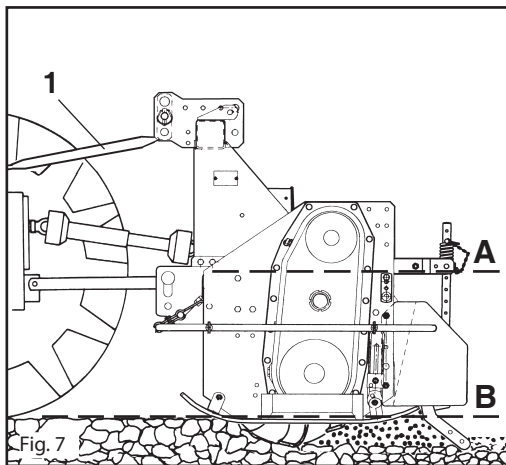

Fig. 7
- 4 - Collegare il terzo punto superiore ed effettuare una corretta regolazione con il tirante (1 Fig. 7) verificando che il piano superiore della macchina (A Fig. 7) risulti parallelo al piano terra (B Fig. 7). Ciò è molto importante allo scopo di ottenere il parallelismo tra l'asse della macchina e quello della presa di forza del trattore. Operare in queste condizioni significa limitare le sollecitazioni sulla presa di forza stessa e prolungare la durata dell'albero cardanico e della macchina stessa.
- 4 - Connect the upper third-point and correctly regulate by means of the adjuster (1 Fig. 7), checking that the upper surface of the machine (A Fig. 7) is parallel to the ground (B Fig. 7). This is very important since it achieves parallelism between the axis of the machine and that of the tractor pto. When the implement operates in these conditions, there will be less stress on the pto itself while the cardan shaft and implement will be much less subject to wear.
- 4 - Reliez le troisième point supérieur et réglez correctement à l'aide du tirant (1 Fig. 7). Assurez-vous que le plan supérieur de la machine (A Fig. 7) soit pratiquement parallèle au terrain (B Fig. 7). Ceci est très important en vue d'obtenir le parallélisme entre l'axe de la houe et celui de la prise de force du tracteur. Travailler dans ces conditions signifie limiter les sollicitations sur la prise de force et prolonger la durée de l'arbre à cardans, mais aussi de la machine.
- 4 - Den oberen Kupplungspunkt anschließen und den oberen Lenker (1 Abb. 7) korrekt einstellen. Sicherstellen, daß die obere Haubenkante der Maschine (A Abb. 7) parallel zum Boden (B Abb. 7) steht. Das ist sehr wichtig, um die Parallelität zwischen der Achse der Maschine und der der Schlepper-Zapfwelle zu erhalten. Wenn diese Parallelität gegeben ist, wird die Zapfwelle weniger belastet und das Leben von Gelenkwelle und Maschine wird verlängert.
- 4 - Соединить третью, верхнюю, точку и осуществить правильную регулировку при помощи тяговой штанги (1 Рис. 7.), убедившись в том, что верхняя часть устройства (A Рис. 7.) является параллельным земле (B Рис. 7.). Все это очень важно для того, чтобы добиться параллельности между осью вала отбора мощности устройства и осью вала отбора мощности трактора. При работе в данных условиях значительно ограничивается нагрузка на сам вал отбора мощности, а также увеличивается срок службы карданного вала и самого устройства.